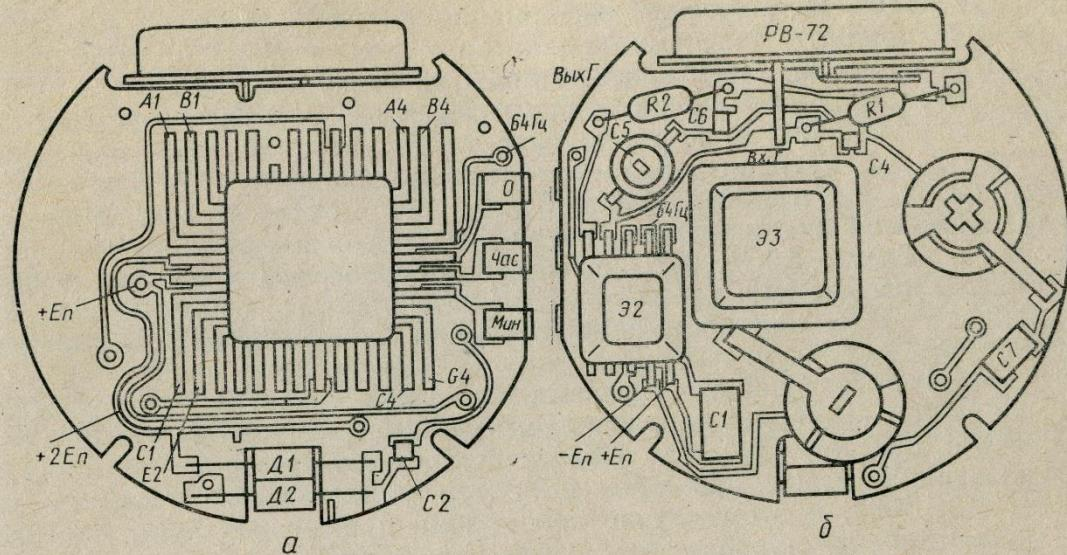

Рис. 185. Электронный блок часов «Электроника» 3049:
ту и при обнаружении короткого замыкания контактной дорожки, идущей к месту соединения резистора $R1$ и резонатора $PB-72$ с «+», устраниТЬ короткое замыкание. Отпаять один вывод $PB-72$ (рис. 185) и подстроечного конденсатора, убедиться в неизменности постоянного потенциала (0) на выводе микросхемы. Негодный резистор заменить.